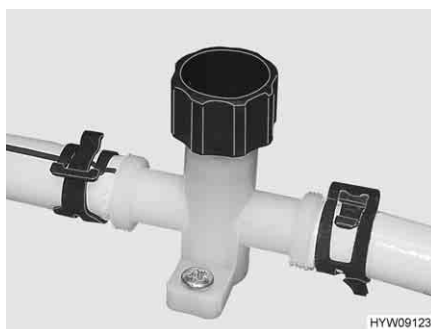
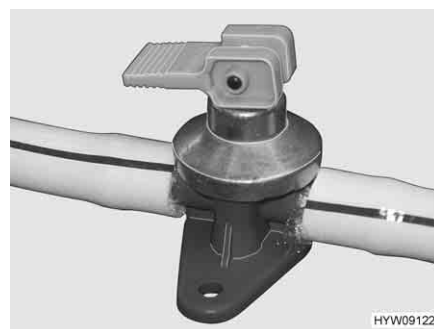

Fig. 113 Rubinetto di scarico (tubatura dell'acqua)
Fig. 114 Rubinetto di scarico (boiler Alde)
- Chiudere i rubinetti di scarico. Ruotare i coperchi (Fig. 113) in senso orario e posizionare la leva a bilanciere (Fig. 114) in posizione orizzontale.
- Aprire i rubinetti di scarico. A questo scopo, ruotare il coperchio (Fig. 113) in senso antiorario e posizionare verticalmente la leva a bilanciere (Fig. 114).